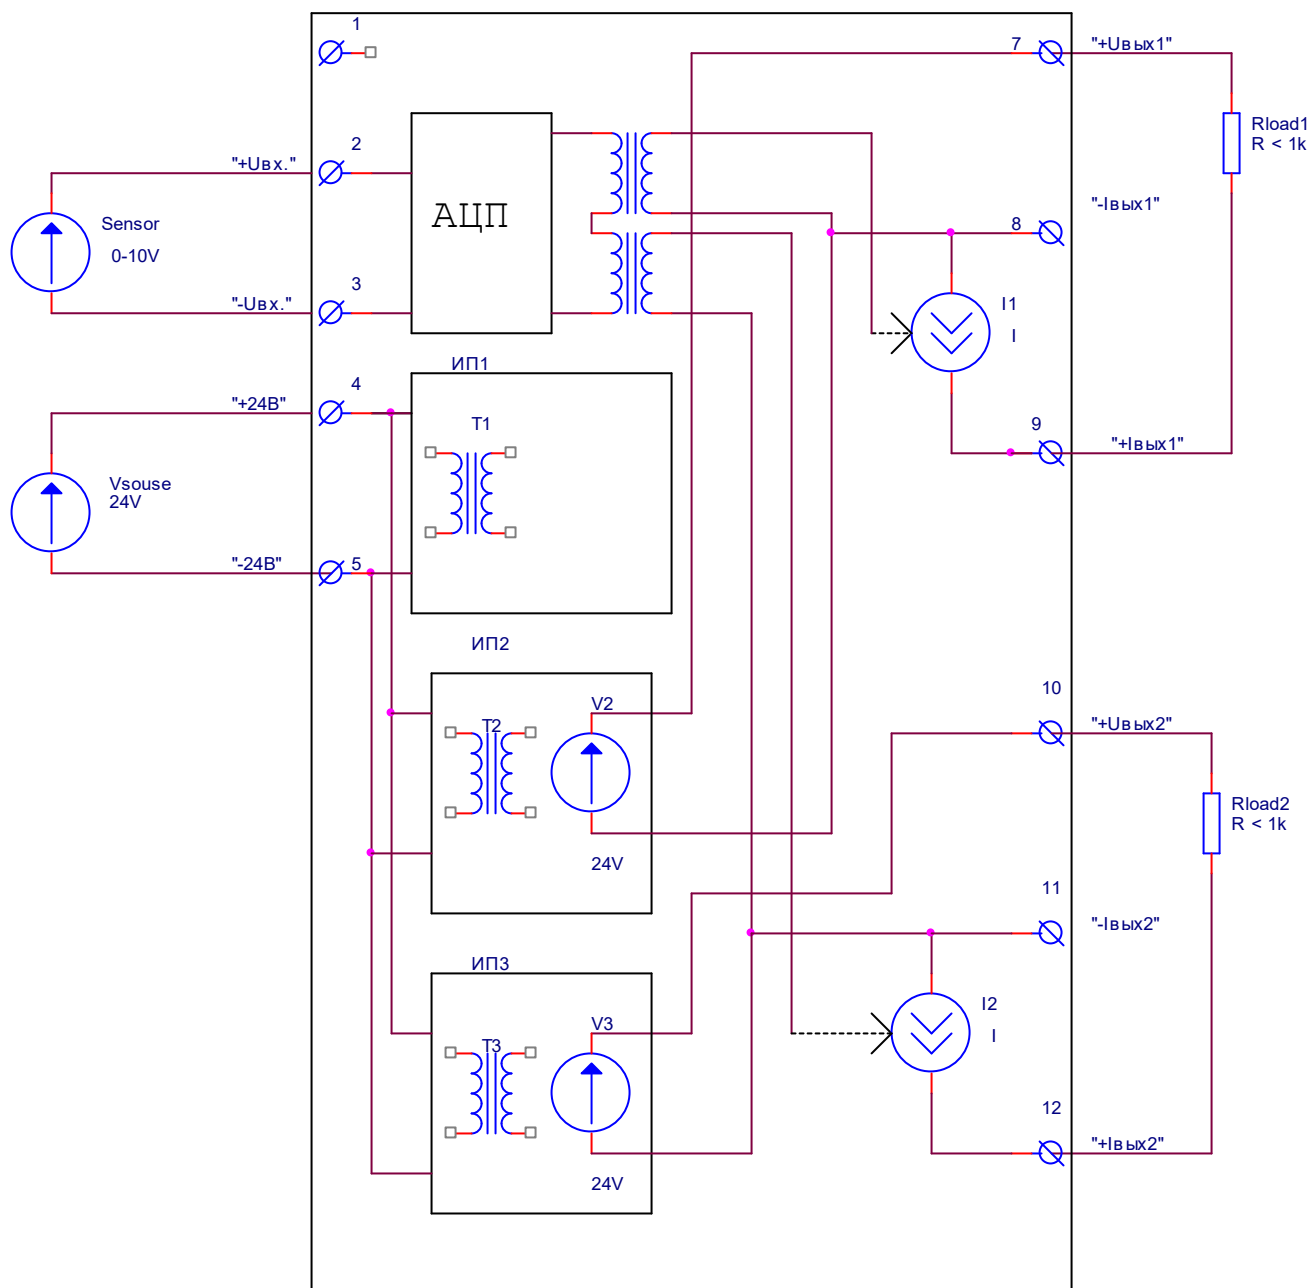
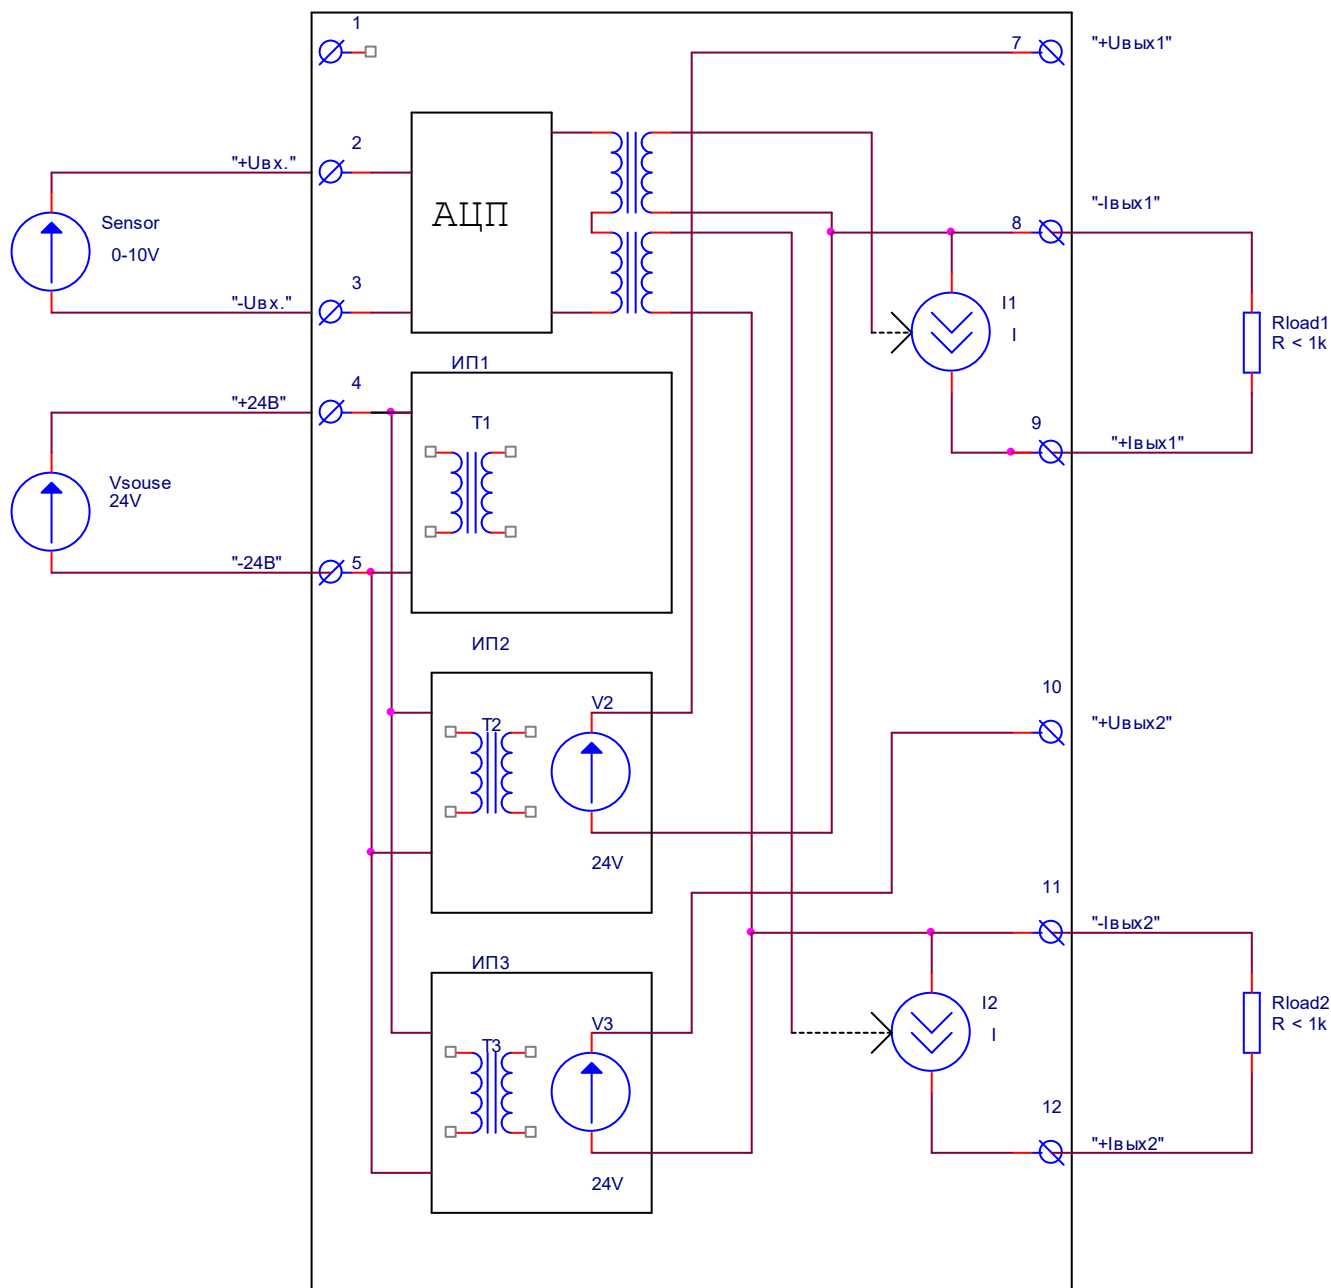

Рис.1 Схема включения ПРС1-2-4 с активными выходами
Рис.2 Схема включения ПРС1-2-4 с пассивными выходами
- 4.2 Прибор состоит из -измерительной и преобразующей схемы, двух цифровых изолирующих линий передач, выходных токовых каскадов. Наличие трех гальванически изолированных преобразователей напряжения позволило использовать пассивное и активное включение входа и обоих выходов в любой комбинации. Схемы включения прибора приведены на рис.1 и рис.2. Индикация осуществляется светодиодными индикаторам о наличии питания и уровне входного сигнала.